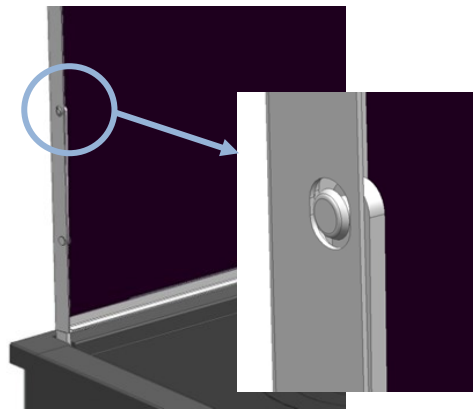
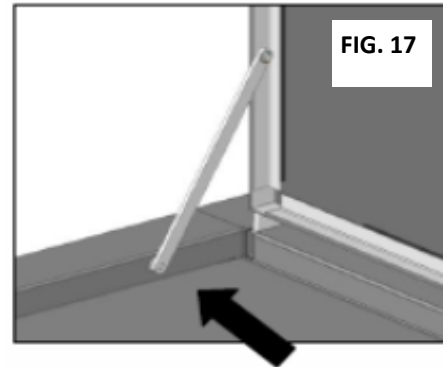

FIG. 16
FIG. 17
- Saque el retenedor, que está situado a su izquierda, del orificio del marco de la vitrocerámica (FIG. 16), bájelo e introdúzcalo en el hueco del marco de encimera esmaltado (FIG. 17).